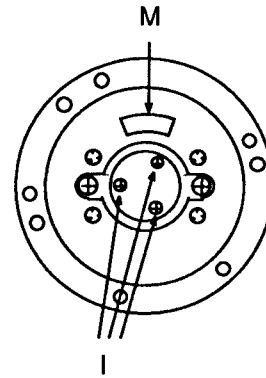

Fig. 8
- Die 3 Schrauben "I" nicht lösen (Fig. 8)!
- Do not loosen the 3 screws "I" (Fig. 8)